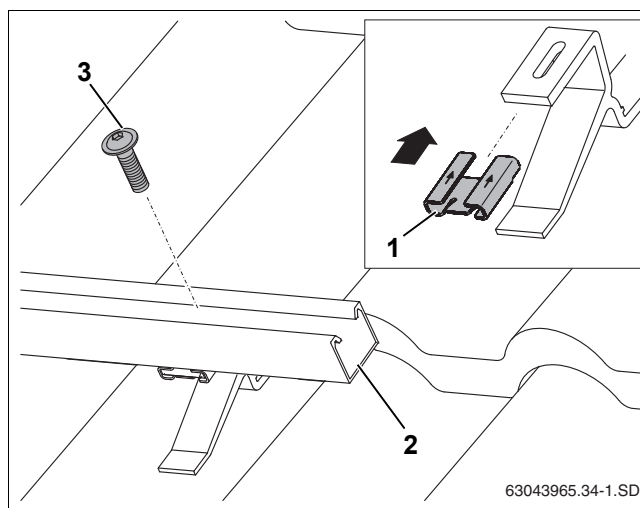

Рис. 32 Крепление профильных реек на кровельных крюках
- ▶ Наденьте сдвижную гайку (рис. 32, [1]) по направлению, указанному стрелкой, на кровельный крюк.
- ▶ Уложите нижние профильные рейки (рис. 32, [2]) на кровельные крюки и для дальнейшего их выравнивания только слегка закрепите винтом M8 (рис. 32, [3]).